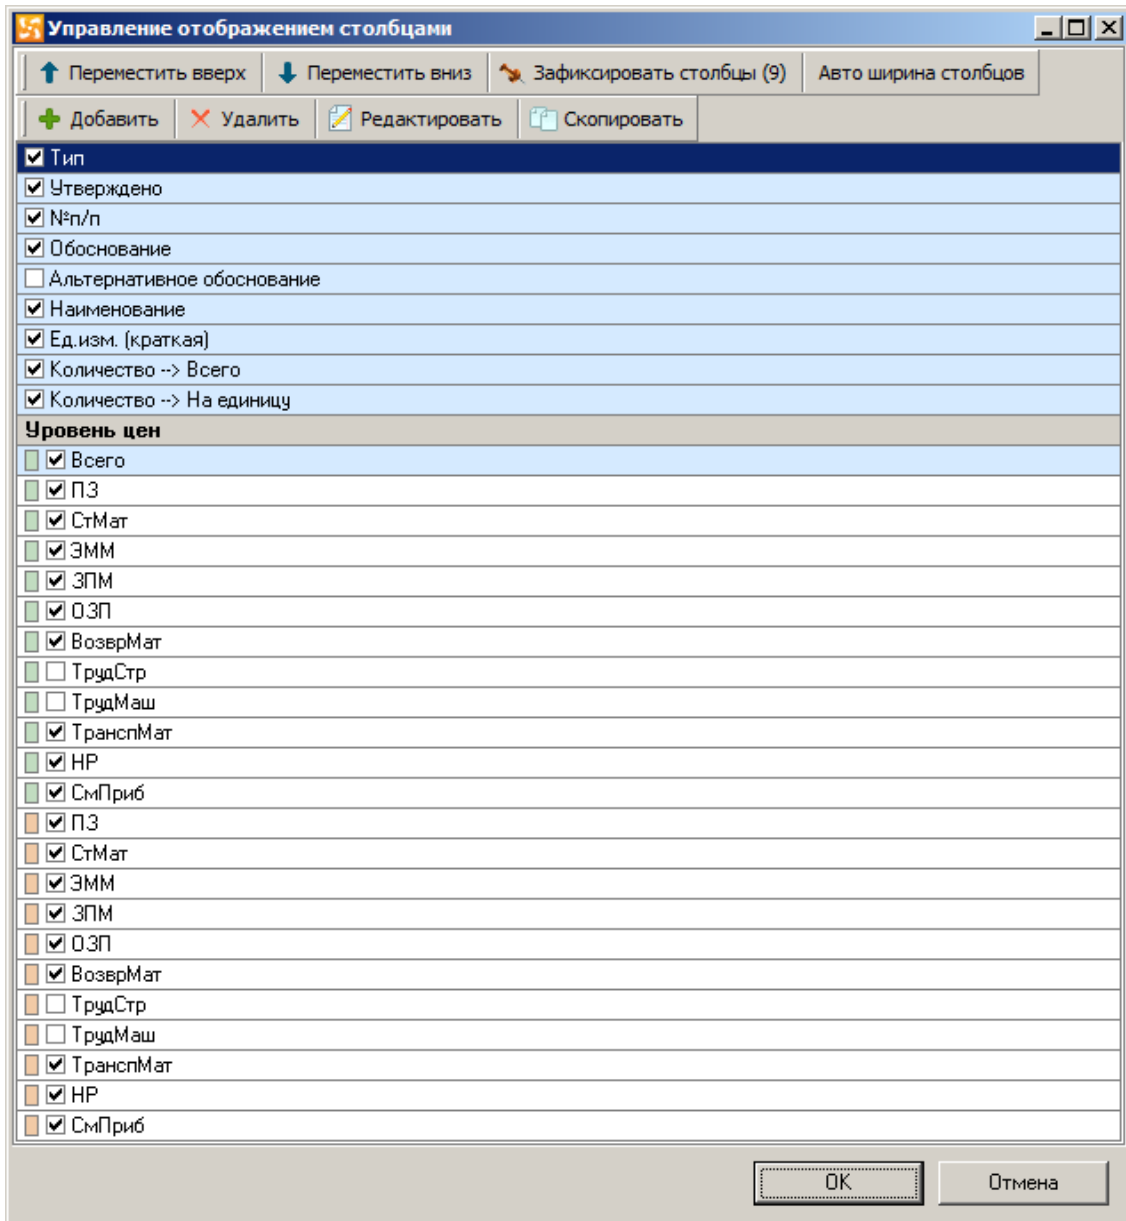

Рис. 5. Настройка вида таблицы
- корректировать отображение столбцов - в Комплексе существует возможность управлять содержимым сметной таблицы: скрыть неиспользуемые столбцы, добавить новые или расположить их в другом порядке. Для управления видом таблицы в контекстном меню режима **Проектная смета** выберите пункт **Вид - Настройка вида таблицы**. В появившемся окне (см. рис. 5) флажками отмечены названия столбцов, которые отображаются в сметной таблице. Для добавления столбца в сметную таблицу установите флажок на соответствующем пункте; для